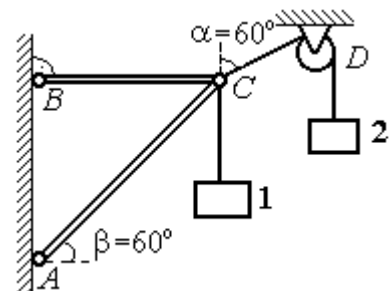

Рис. 1.9. Равновесие кронштейна
**Задача 2.** Кронштейн состоит из невесомых стержней  $AC$  и  $BC$ , скрепленных друг с другом и с вертикальной стеной шарнирами, как показано на рис. 1.9. Стержень  $BC$  горизонтален, стержень  $AC$  составляет с горизонталью угол  $\beta = 60^\circ$ . К шарниру  $C$  прикреплены два троса, удерживающие грузы 1 и 2 весом  $G_1 = 10 \text{ кН}$  и  $G_2 = 12 \text{ кН}$ . Трос, удерживающий груз 1, вертикален, а другой перекинут через блок  $D$  так, что угол наклона участка троса  $CD$  к вертикали  $\alpha = 60^\circ$ . Определить реакции стержней  $BC$  и  $AC$ .